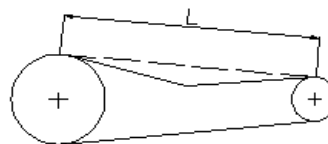

图18
- 如图 18 于带轮二中心距间中央给予规定挠曲力 PK 视其挠度。